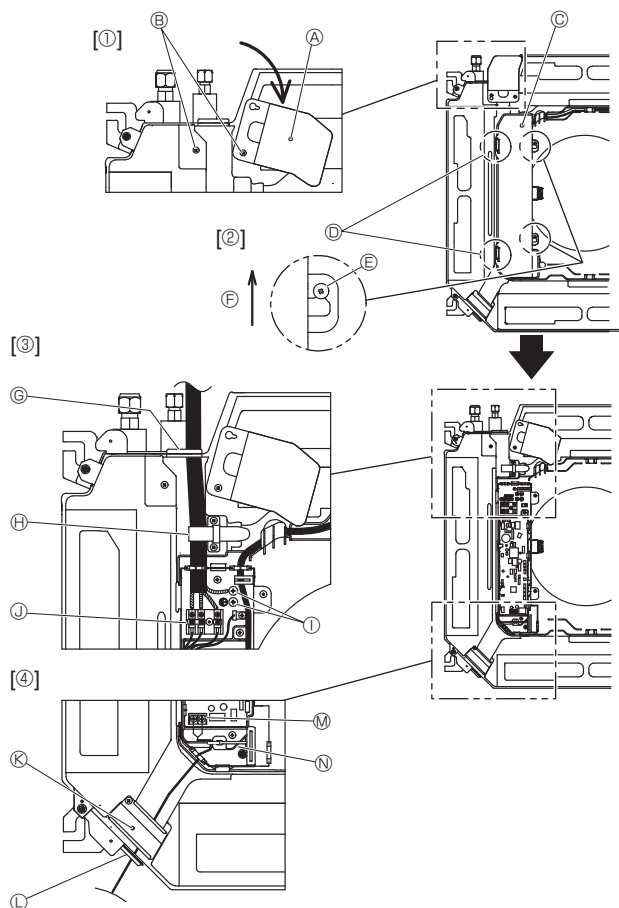
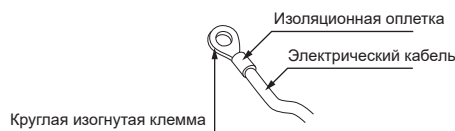
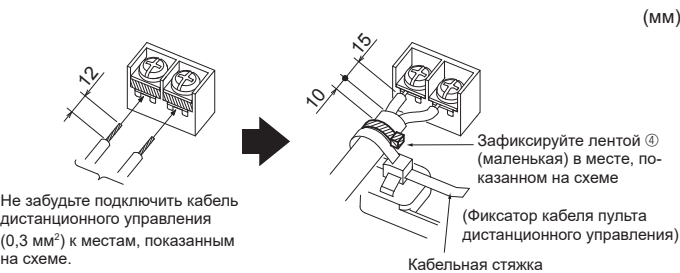

Fig. 6-1
Fig. 6-2
Fig. 6-3
6.1. Внутренний прибор (Fig. 6-1)
1. Ослабьте 2 винта, обеспечивающих фиксацию сервисной панели электропроводки, а затем поверните ее. [Fig. 6-1 ①]
2. Ослабьте 2 винта, крепящих крышку распределительного щита, а затем сдвиньте ее. [Fig. 6-1 ②]
3. Проложите силовой кабель, соединительный кабель внутреннего/наружного блока и кабель заземления через вводы проводки, указанные на диаграмме. [Fig. 6-1 ③] Поместите экранированную часть силового кабеля и внутреннего/наружного соединительного кабеля в распределительный щит. Используйте круглые изогнутые клеммы как клеммы внутреннего/наружного соединения и дополнительный комплект клемм источника электропитания. [Fig. 6-2] Если вы не можете использовать круглые обжимные клеммы, см. Fig. 6-3–6-6. По вопросам подключения см. п. 6.1.1. и 6.1.2.
4. Проложите кабель управления через вводы проводки, указанные на диаграмме. [Fig. 6-1 ④, Fig. 6-3] По вопросам подключения см. п. 6.1.1. и 6.1.2.